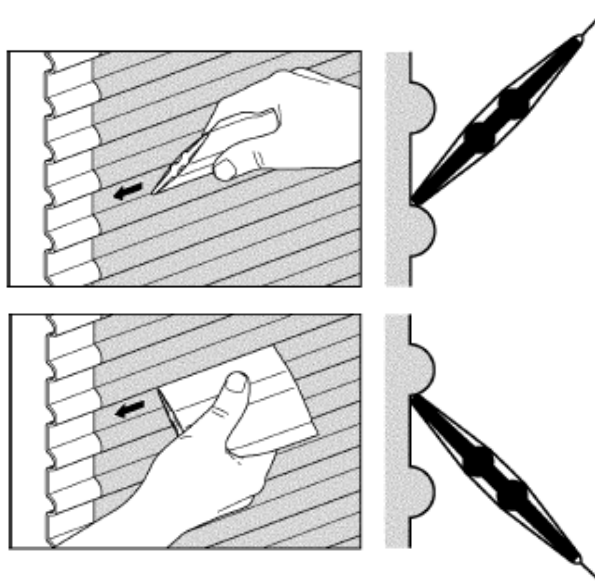

Рис. 20. Повторное прижатие желобков
3. Сильным давлением ракеля повторно прижать верхний и нижний желобок каждого выступа гофра в зоне перекрытия пленок. Недостаточная сила нажатия может привести к отклеиванию верхнего слоя пленки. См. Рис. 20.